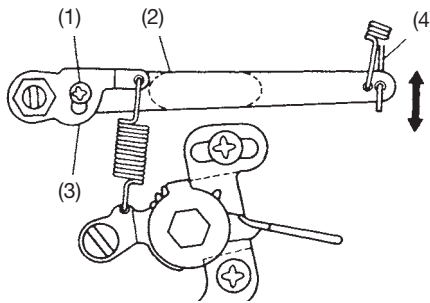

Abb. 12B
- 1) Bei ausgeschaltetem Motor Schraube A (1) lösen. Dann den äußeren Reglerhebel (2) hochziehen und den Federhebel (3) des Reglers hinunterdrücken und gleichzeitig die Schraube A wieder festziehen (Fig. 12B).